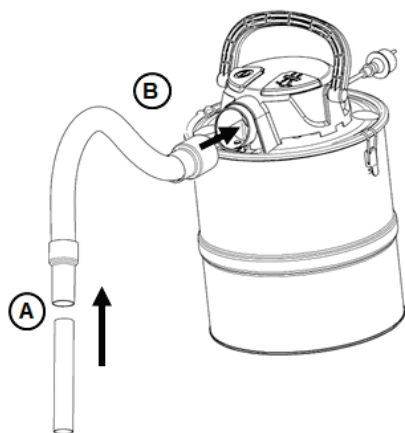

Fig.5
Om te zuigen steekt u het mondstuk (A) in de aansluiting van de zuigslang zoals aangegeven in Fig. 5. Steek de slang met de huls in de inlaat van de stofzuiger (B).